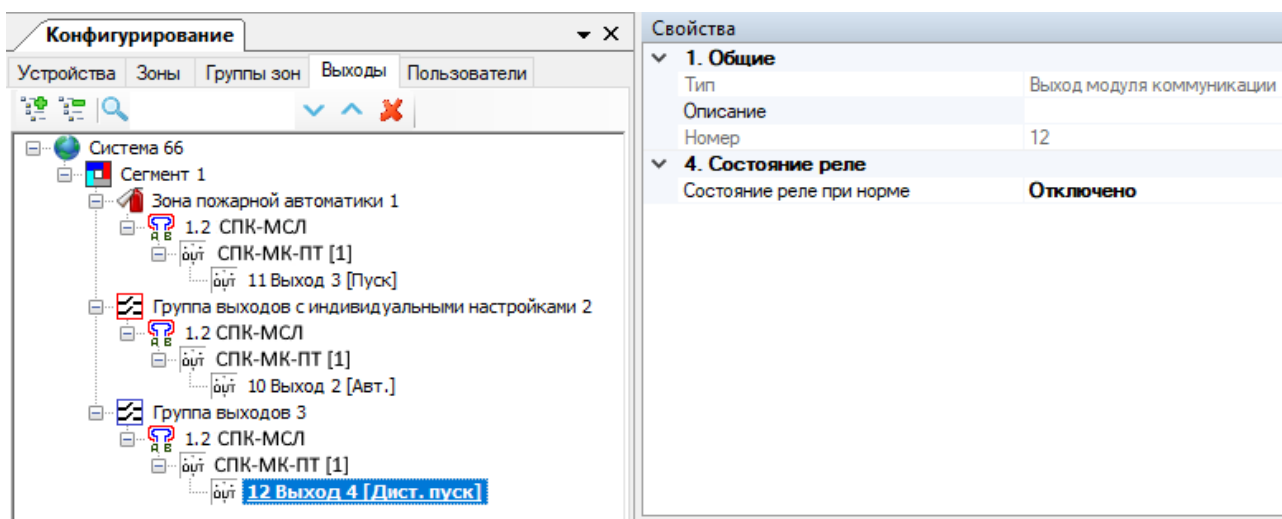

Рис. 56
- Выход должен быть нормально разомкнутым (состояние реле при норме – отключено) (см. рис. 56).